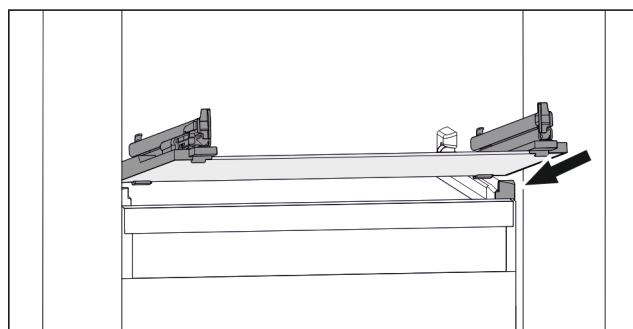

Fig. 39 Příklad znázornění skleněné desky
- ▶ Nasadte skleněnou desku šikmo za zarážky. (viz Fig. 39)